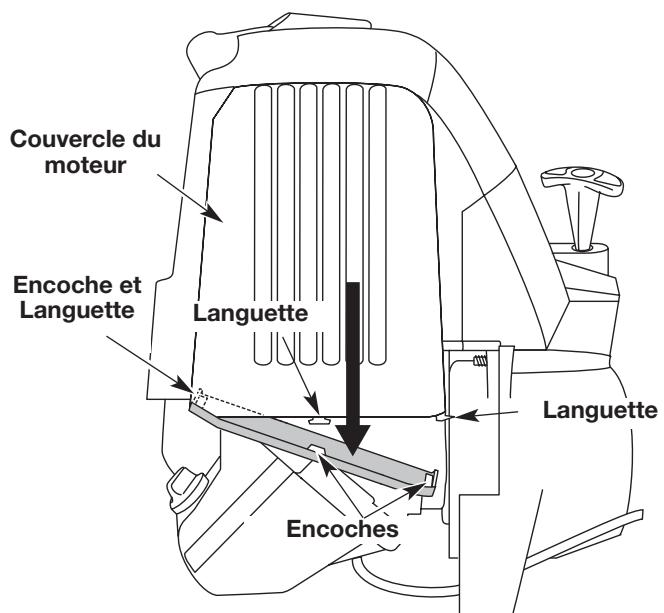

Fig. 50
1. Retirez le couvercle du silencieux en appuyant sur le coin à l'aide d'un tournevis à lame plate (Fig. 50). Glissez les encoches sur les côtés du couvercle par-dessus les languettes du couvercle du moteur et retirez le couvercle.
13. Replacez le couvercle du silencieux. Glissez avec un déclic les encoches sur les côtés du couvercle par-dessus les languettes du couvercle du moteur (Fig. 50).